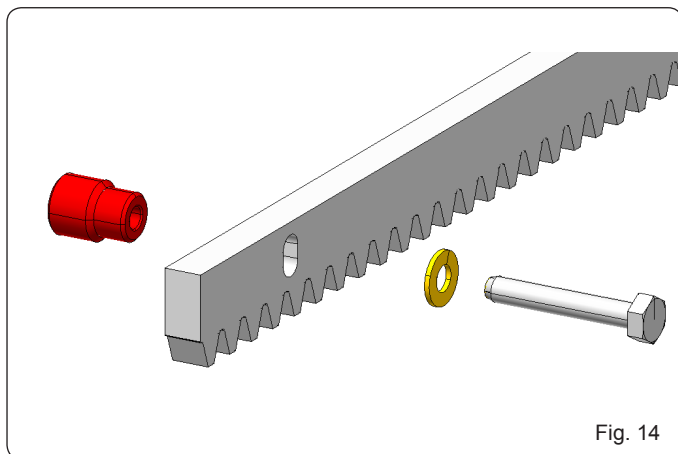

Fig. 14
5.4.2 CREMAGLIERA DI ACCIAIO A DAVVITARE (Fig. 14)